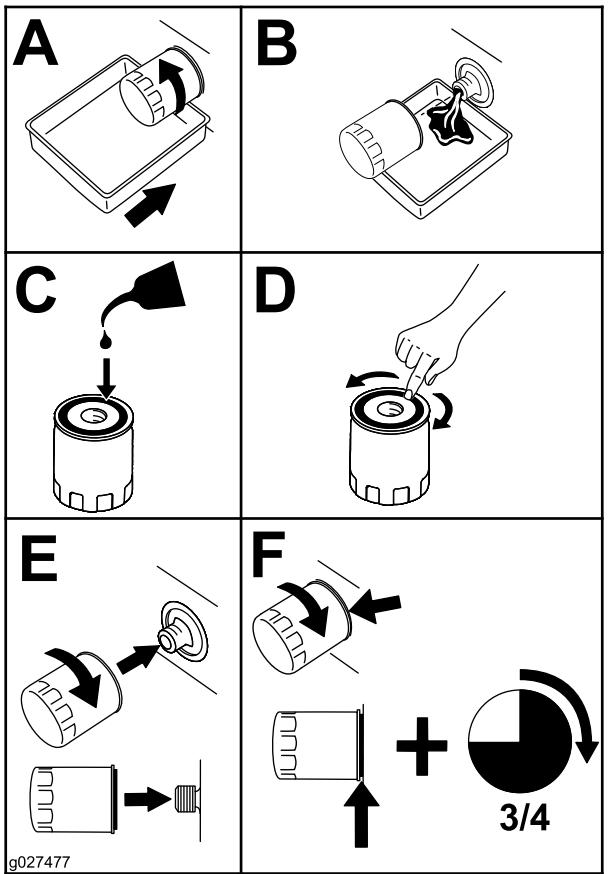

Figure 36
4. Remplacez le filtre à huile moteur (Figure 36).